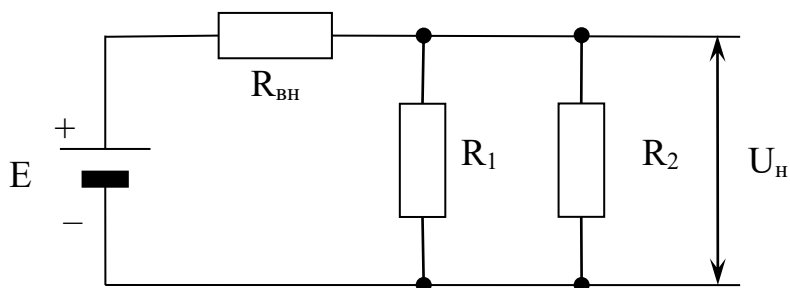

Рис.2
5. Произведите расчет сопротивления  $R_H$ , образованного параллельным соединением двух резисторов (рис.2), по исходным данным руководителя.